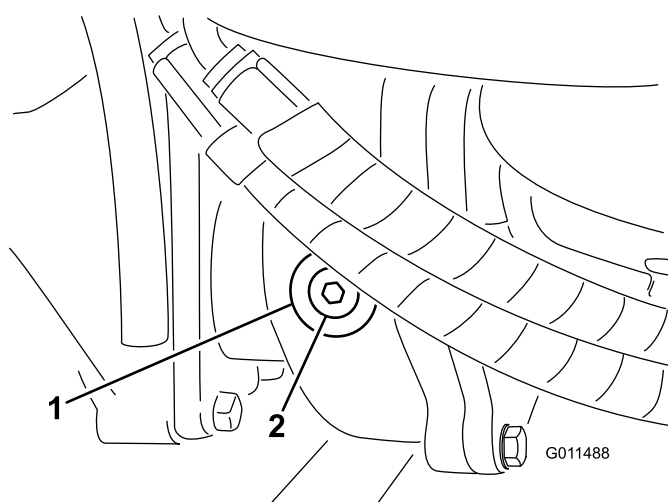

Bild 64
2. Entfernen Sie die Prüf-/Füllschraube an der linken Getriebeseite und stellen sicher, dass das Öl die Unterseite des Lochs erreicht (**Bild 64**).